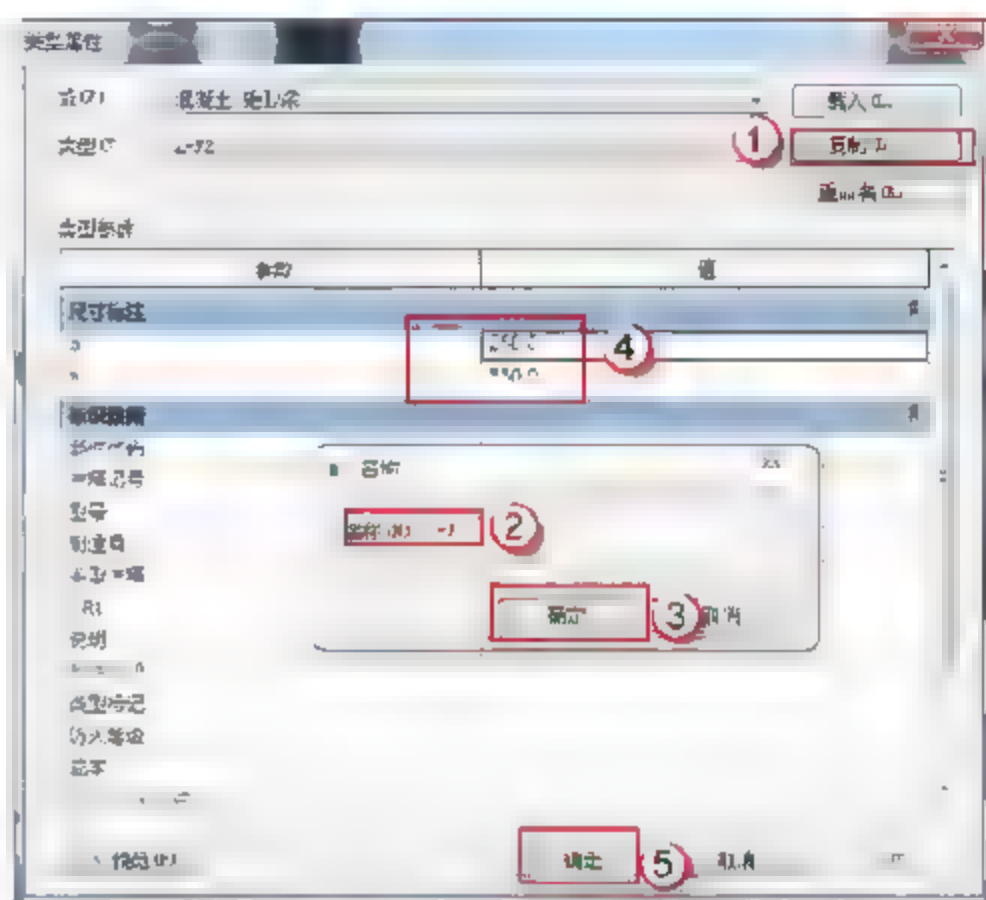

图 3.2.27 编辑 L-E2 信息
(10) 设置 L-E2。选择“结构”→“梁”→“编辑类型”命令,在弹出的“类型属性”对话框中,单击“复制”按钮,在弹出的对话框中输入 L-E2,单击“确定”按钮。在“尺寸标注”栏中输入 b、h 的尺寸,单击“确定”按钮,如图 3.2.27 所示。